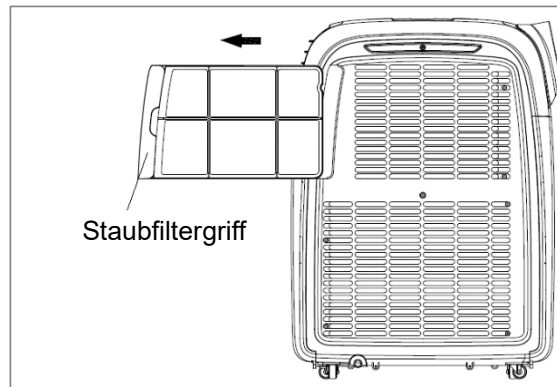

Abb. 4
- Bitte reinigen Sie den Staubfilter einmal alle zwei Wochen, um das Luftvolumen nicht zu beeinträchtigen. Ziehen Sie hierzu bitte den Staubfilter an der Seite des Gerätes mithilfe des Staubfiltergriffes heraus (siehe Abb. 4). Bitte reinigen Sie den Filter mit neutralem Reinigungsmittel und ca. 40°C warmen Wasser. Bitte waschen Sie alle Reinigungsmittelrückstände ab und lassen Sie den Filter anschließend vollständig lufttrocknen bevor Sie ihn wieder in das Gerät einsetzen.